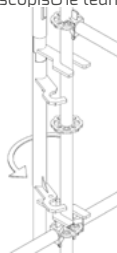

FIG. 3.9
1. Een montagesijl bestaat uit twee concentrische pijpen die ten opzichte van elkaar kunnen worden gedraaid en verplaatst. Daardoor kan de klem worden geopend en gesloten. Wanneer de stijl correct geplaatst is, valt de grendel aan de onderkant in de opening van de sluitplaat (fig. 3.9).